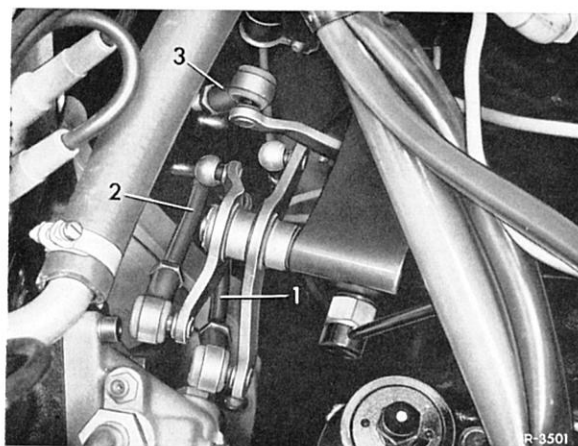

Bild 26-1/2
Bei Lenkradschaltung, Schaltstangen (1) und (2) am Lagerkörper und Schaltstange (3) am Rückwärtsgangshalthebel (4) am Getriebeschaltdeckel aushängen (Bild 26-1/1 und 2).
Anm.: Das Lösen der neuartigen Wellensicherungen (SL-Sicherung) an den Schaltstangen ist in Bild 26-1/4 dargestellt.